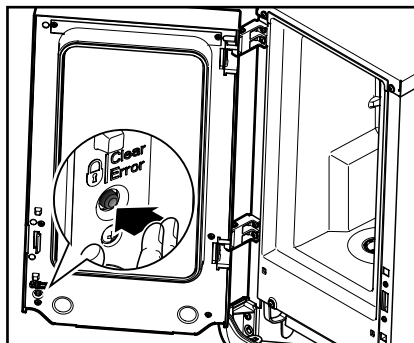

Bild 22
2. Tryck på knappen LÅS/Clear-Error för att blockera serveringsfunktionen (bild 22).